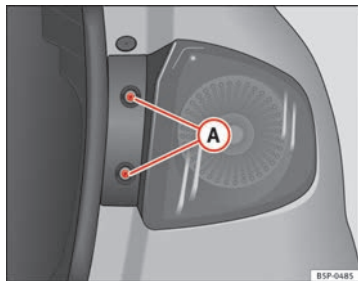

Fig. 196 Feu de position/feu stop
- Retirez les vis ⇒ fig. 196 **A**.